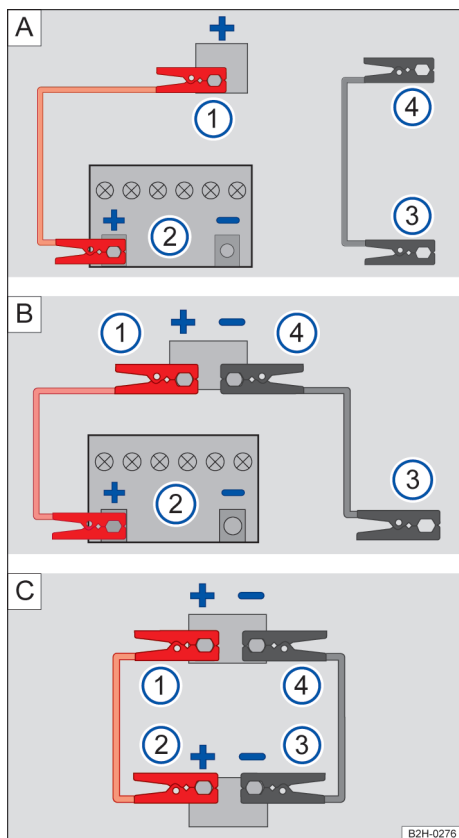

Fig. 165 No compartimento do motor: conexões para o cabo auxiliar de partida (representação esquemática).
- → Fig. 165 **A**: Conexão entre a bateria do veículo fornecedor de energia ② e ③ e o ponto de auxílio à partida do veículo com bateria do veículo descarregada ① e ④.
- → Fig. 165 **B**: Conexão entre a bateria do veículo fornecedor de energia ② e ③ e os dois pontos de auxílio à partida do veículo com bateria do veículo descarregada ① e ④.
- → Fig. 165 **C**: Conexão entre a bateria do veículo fornecedor de energia ② e ③ e os dois pontos de auxílio à partida do veículo com bateria do veículo descarregada ① e ④.
- Conectar uma ponta do cabo auxiliar de partida *vermelho* ao polo positivo (+) do veículo com a bateria descarregada → Fig. 165 ①.
- Conectar a outra ponta do cabo auxiliar de partida *vermelho* ao polo positivo (+) do veículo com a bateria fornecedora de energia → Fig. 165 ②.
- Conectar uma extremidade do cabo auxiliar de partida *preto* → Fig. 165 ③, de preferência, num ponto de aterramento (ponto de auxílio à partida) (-), ou então, na argola de reboque dianteira rosçada, conectar uma peça metálica firmemente aparafusada com o bloco do motor ou no próprio bloco do motor.
- Conectar a outra extremidade do cabo auxiliar de partida *preto* → Fig. 165 ④ no veículo com a bateria do veículo descarregada, de preferência, a um ponto de ponto de aterramento (ponto de auxílio à partida) (-), uma peça metálica firmemente aparafusada com o bloco do motor ou no próprio bloco do motor → ⚠.
- Em motores em funcionamento, desconectar o cabo auxiliar de partida somente na sequência → Fig. 165 ④ ③ ② ①.